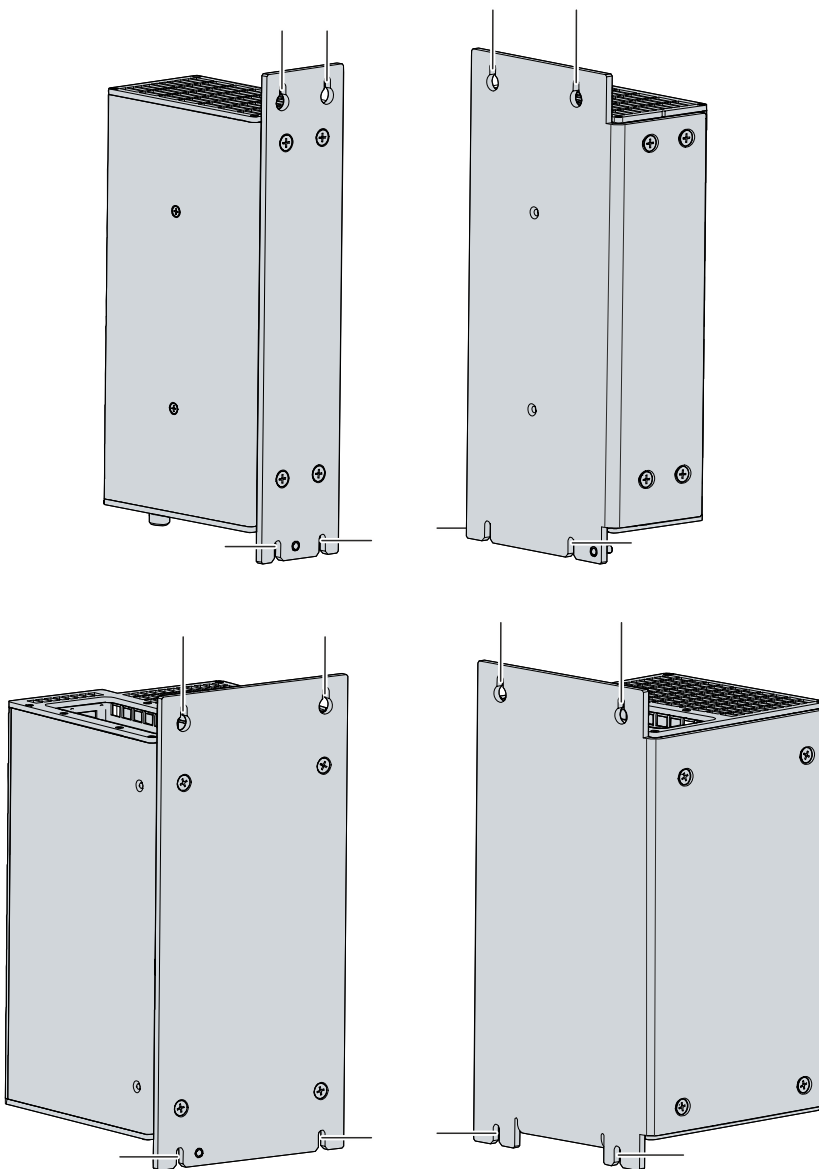

Abb. 21: Demontage Schaltschrank
2. Heben Sie den PC soweit an, dass die Befestigungsschrauben in die Schlüssellöcher (siehe Abb. 21) rutschen.